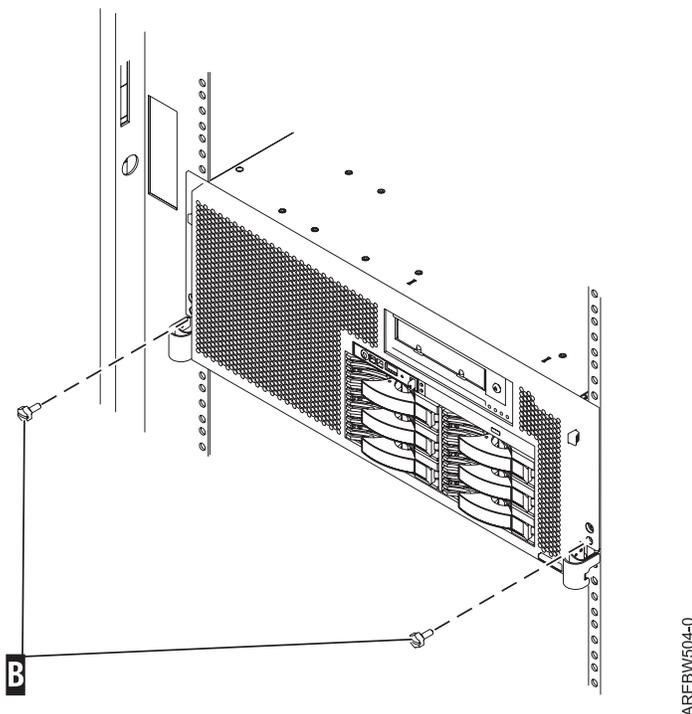

Figure 41. Fixez fermement le système à l'armoire par le biais des taquets de l'armoire
- Utilisez les vis de fixation pour fixer les taquets de l'armoire à l'armoire, comme indiqué dans la figure 41.